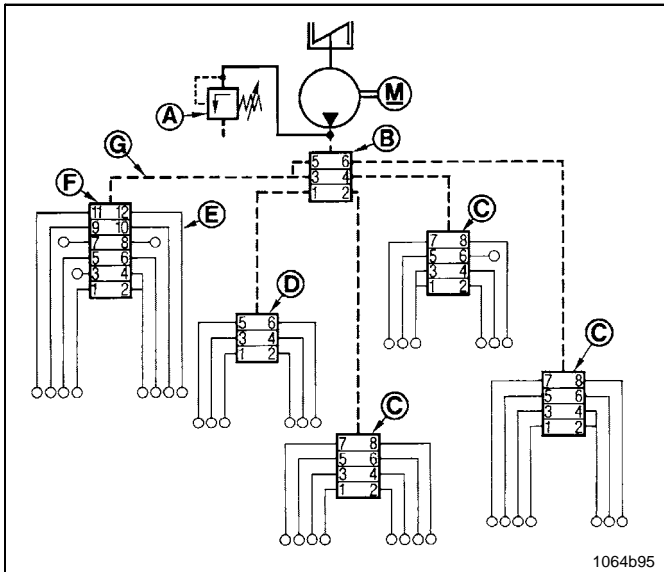

Abb. 22 Beispiel einer Schmieranlage
- Hauptverteiler (B, Abb. 22) und Unterverteiler sind durch einen Hochdruckkunststoffschlauch G miteinander verbunden. Dadurch ergibt sich zwangsläufig eine Verkettung der, der Pumpe nachgeschalteten Progressiv - Anlage.